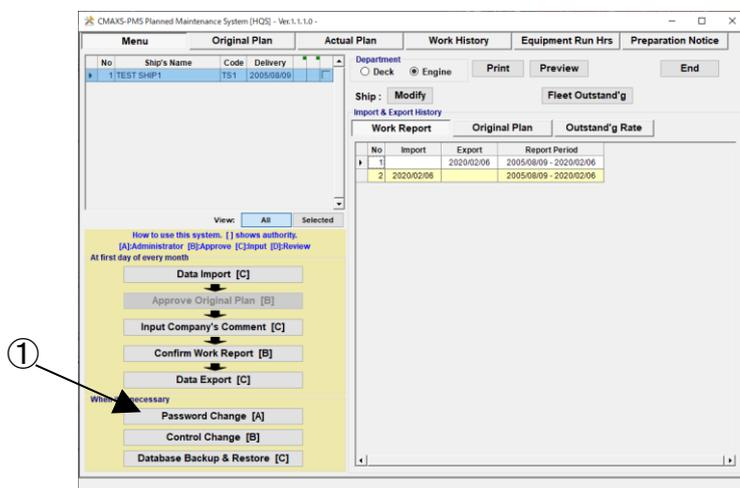

図 12-1 Menu 画面
- ① “Menu 画面” (図 12-1)の[Password Change] ボタンを選択してください。